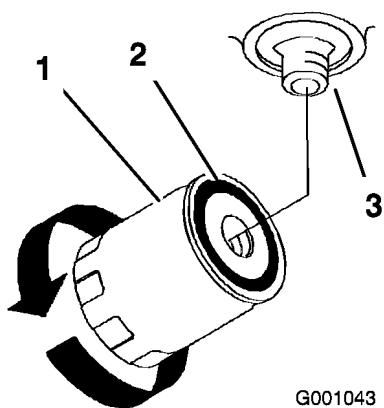

Figura 61
- Aplique una capa fina de aceite hidráulico a la junta de goma sobre el filtro nuevo (Figura 61).
- Llene el depósito de aceite hidráulico con aceite hidráulico hasta que éste rebose por encima del filtro, gire el filtro en el sentido de las agujas del reloj hasta que la junta de goma entre en contacto con el adaptador del filtro, luego apriete el filtro media vuelta más (Figura 61).